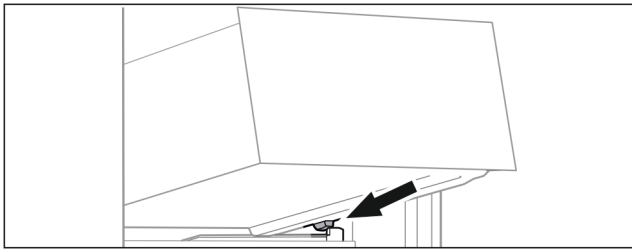

Fig. 104
- ▶ Schubfach schräg hinter den Stopperrn auf Behälterrippe aufsetzen. (siehe Fig. 104)